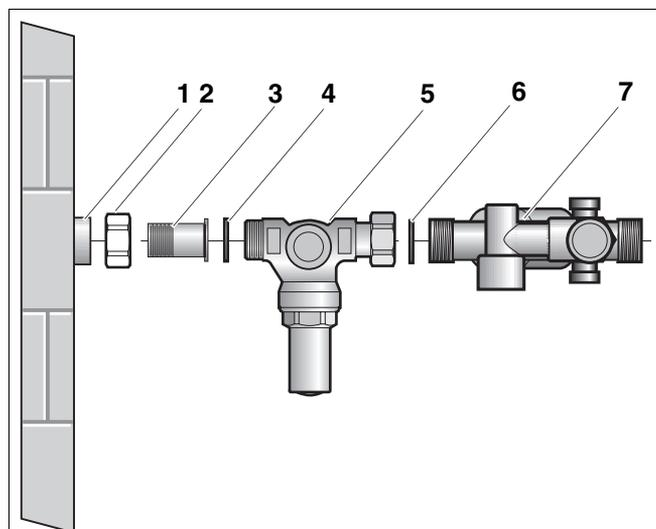
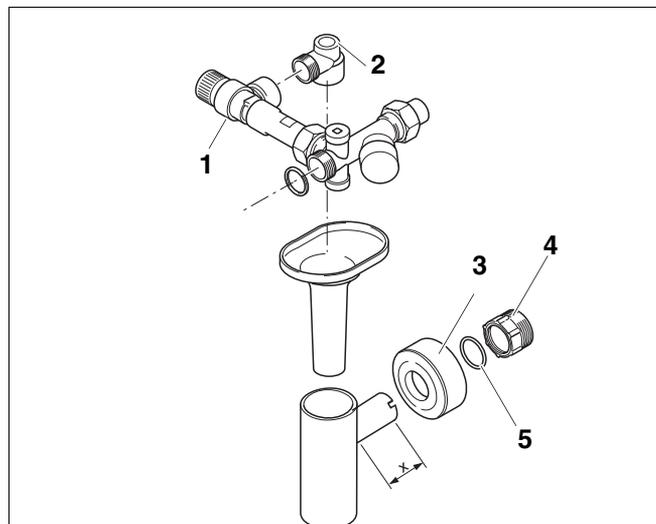

Abb. 25 Druckminderer U-DM montieren (Unterputzmontage)
Abb. 29 Trichtersiphon montieren (Unterputzmontage)
- Kurzen Schraubnippel (Abb. 25, **Pos. 3**) mit Überwurfmutter (Abb. 25, **Pos. 2**) in den Kaltwasseranschluss (Abb. 25, **Pos. 2**) eindichten.
- Kurzen Schraubnippel (Abb. 25, **Pos. 3**) mit Überwurfmutter (Abb. 25, **Pos. 2**) und Dichtung (Abb. 25, **Pos. 4**) an den Druckminderer (Abb. 25, **Pos. 5**) schrauben.
- Druckminderer (Abb. 25, **Pos. 5**) mit Überwurfmutter und Dichtung (Abb. 25, **Pos. 6**) an die Sicherheitsgruppe (Abb. 25, **Pos. 7**) schrauben. Auf Dichtung und Fließrichtung achten!
- Anschlussverschraubung (Abb. 29, **Pos. 4**) des Trichtersiphons an das Abflussrohr montieren.
- Bei S120 Trichtersiphon um das Maß $x = \text{ca. } 10 \text{ mm}$ bei Unterputzmontage und $x = \text{ca. } 65 \text{ mm}$ bei Aufputzmontage kürzen (Abb. 29).
- Trichtersiphon mit Rosette (Abb. 29, **Pos. 3**) und O-Ring (Abb. 29, **Pos. 5**) montieren.
- Wird wie in Abb. 25, Seite 17, ein Druckminderer eingebaut, muss zwischen Ablaufleitung (Abb. 29, **Pos. 2**) und dem Sicherheitsventil (Abb. 29, **Pos. 1**) eine Verlängerung (siehe Abb. 2, Seite 5) eingeschraubt werden.
- Ablaufleitung (Abb. 29, **Pos. 2**) an Sicherheitsventil schrauben.